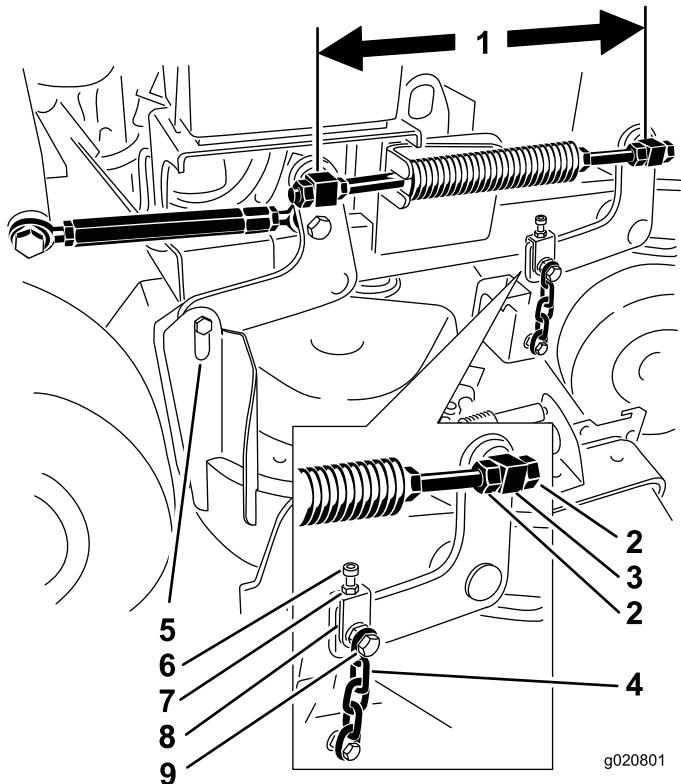

Figure 81
6. Contrôlez la distance entre les centres des pivots (entraxe) sur chaque tige filetée. La longueur nominale est de 49,5 cm (19-1/2 po) pour les tabliers de coupe de 91 cm (36 po) et de 43,7 cm (17-3/16 po) pour les tabliers de coupe de 102 cm (40 po) (Figure 81).
11. Si un réglage est nécessaire, desserrez le boulon de chaîne supérieur (Figure 81).
6. Desserrez les boulons de chaîne supérieurs (Figure 81).